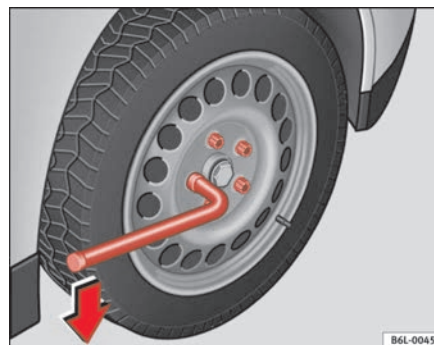

Fig. 136 Substituição da roda: aliviar os parafusos da roda
- Pegue na chave pela sua extremidade e rode o parafuso cerca de uma volta para a **esquerda** ⇒ fig. 136.